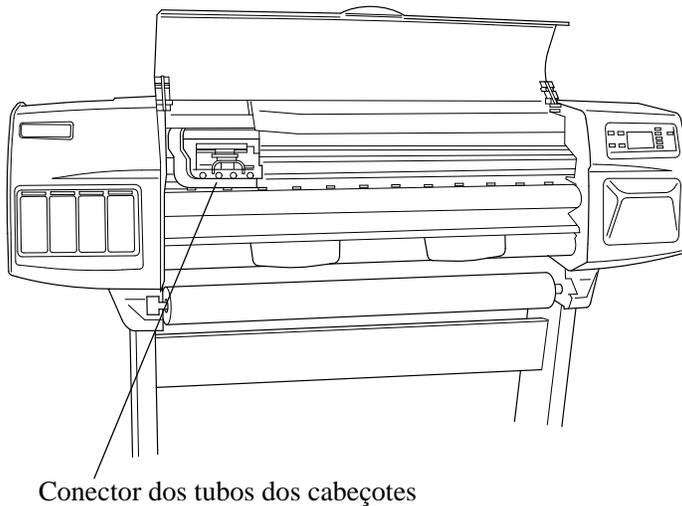
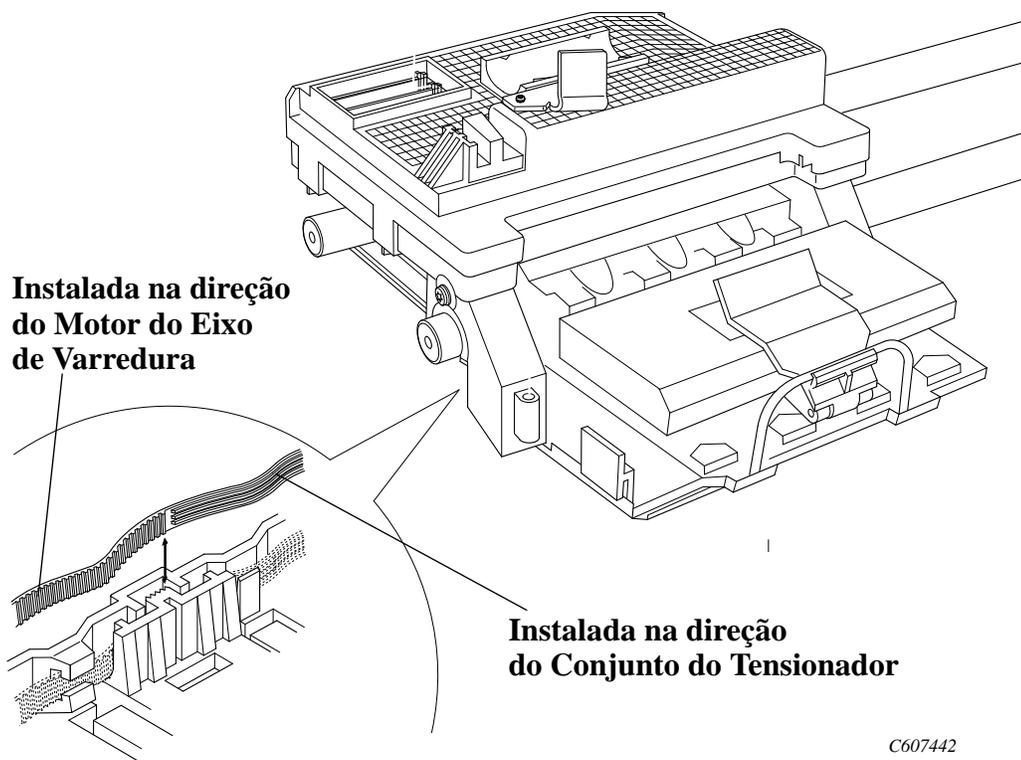

Figura 41: Conjunto do carro e correia
Figura 51: Instalação da correia
Consulte da Figura 41 à Figura 51.
2. Mova o carro para uma posição onde possa acessar o conector dos tubos dos cabeçotes (consulte a Figura 41).
3. Ao instalar a correia, certifique-se de que ela não esteja torcida e que esteja instalada na orientação correta como mostrado na Figura 51.